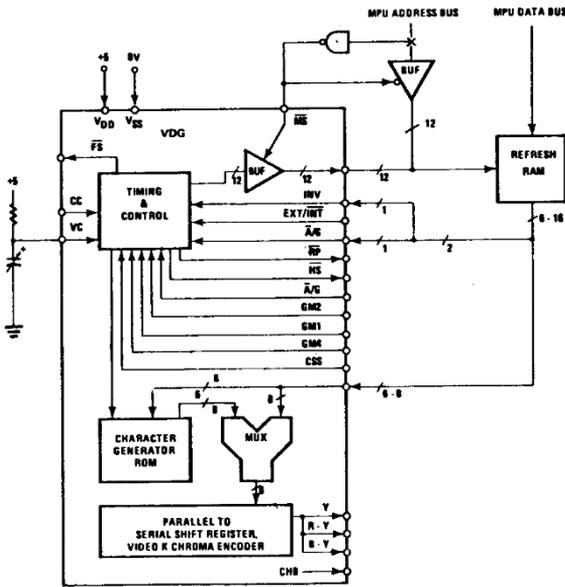

Abb. 1: Blockschaltbild MC 6847
Einen Video-Controller wie den 6847 kann man sicherlich isoliert beschreiben. Wir folgen dem wohl besseren Ansatz, den Controller im Zusammenspiel mit den anderen Komponenten einer Schaltung darzustellen. Eine Übersicht der bereits im 6847 integrierten Funktionen sind dem Diagramm aus (7) in Abb. 1 zu entnehmen. Im einzelnen: Uhr und Herzschlag des gesamten Systems ist ein Quarz mit der NTSC-Chromafrequenz von 3,579545 MHz. Dieser Quarz wird mit einer konventionellen Schaltung mit 3 Invertern getrieben und gepuffert. Er erzeugt die Zeitbasis einerseits für die Sync-Signale nach NTSC-Norm und andererseits für die Zugriffe zum Video-RAM und dessen Abrasterung. Der Controller adressiert dabei jeweils 32 fortlaufende Bytes nacheinander und führt deren Inhalt dem Zeichengenerator und dem Schieberegister zu. Dieser Vorgang läuft für jede Datenzeile 12mal ab, entsprechend der Anzahl von Bildschirmzeilen, aus denen sich eine Datenzeile aufbaut.